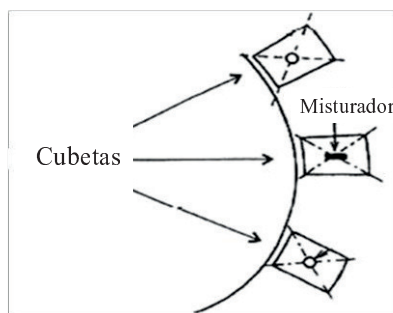

Figura 13-38 Posição do misturador relativa à cubeta
12. Veja a posição do misturador em relação à cubeta em uma vista superior, como mostrado na Figura 13-38: